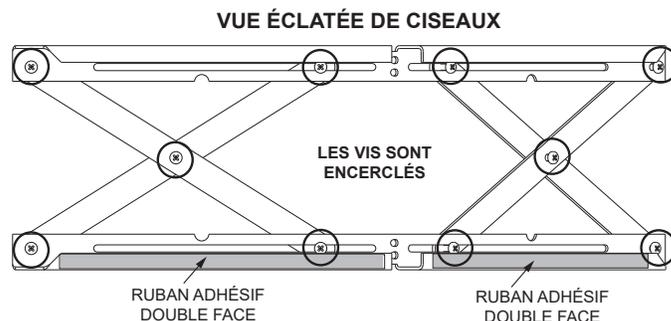

Figure 21.1
**Pièces incluses dans l'ensemble :** (1) garniture supérieure, (1) garniture frontale, (2) garnitures latérales, bande adhésive double face (déjà installée)
1. Les 10 vis de chaque mécanisme extensible sont fournies desserrées (**Figure 21.1**).